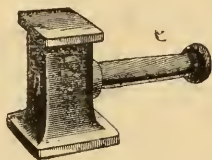

Fig. 2.
Les outils et machines représentés par les figures 2, 4, 7, 8, 18, 19, 20, 21, 22, 23, 24, 25, 28, 29, 30, 31, 33, 34, 40, 68, 69 sont fournis par MM. BERTRAND frères, 8, rue de l'Abbaye Paris (vi^e).
2. *Marteau à battre.* — Le marteau du relieur (fig. 2) est une masse de fer dont la tête est large, soit arrondie, soit carrée de 0^m,10 de tête environ. Cette tête se nomme la *platine*. Les vives arêtes sont arrondies afin que les batteurs ne soient pas exposés à couper les feuilles. La surface de la tête est un peu convexe, les relieurs appellent cette convexité la panse du marteau. Le manche est court et gros, il est assez élevé pour que les doigts du batteur ne puissent jamais toucher la pierre afin d'éviter qu'il se blesse. Le marteau avec son manche pèse environ 3 kilogr.